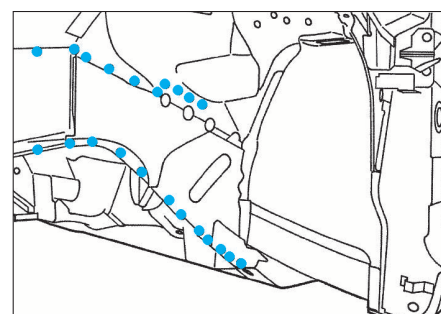

FIG. 27
- Souder à la pointeuse électrique (Fig.27 et 28).